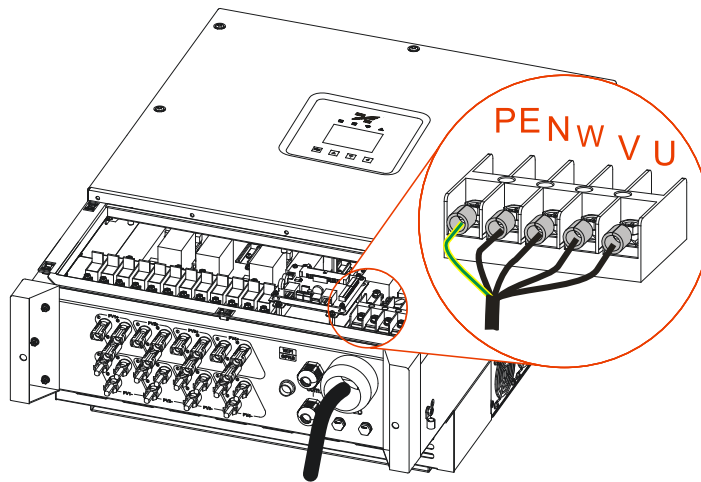

Figura 3-22 Diagrama de fiação de cabos CA
- Etapa 3 Afrouxe o prensa-cabo de nylon da "REDE" e passe os cabos CA por ele. Conecte os cabos aos terminais redondos respectivamente, insira os cabos nos terminais de fiação correspondentes e aperte os parafusos dos terminais da fiação com uma chave Phillips (ou chave de soquete), conforme mostrado na Figura 3-22.